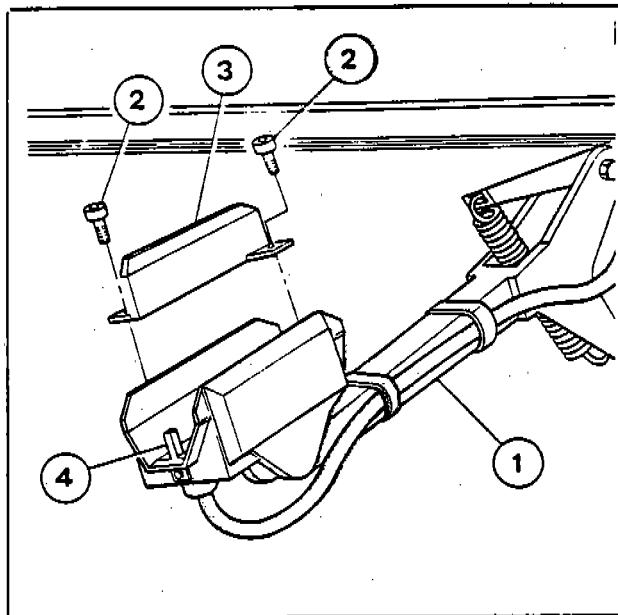

Fig. 40
- 2) Tirare il braccio (1-Fig. 40) fuori dalla pista rotaia in modo da rendere accessibile l'intervento sulle spazzole.
- 3) Svitare le viti (2-Fig. 40) e sfilare la spazzola (3-Fig. 40).
- c) Controllare l'usura delle spazzole di contatto su rotaia. Se presentano una usura pari a mm 1 sopra il livello (4-Fig. 40) sostituirle. Per la sostituzione procedere come descritto. Dopo le prime 50 ore di funzionamento, punto h).